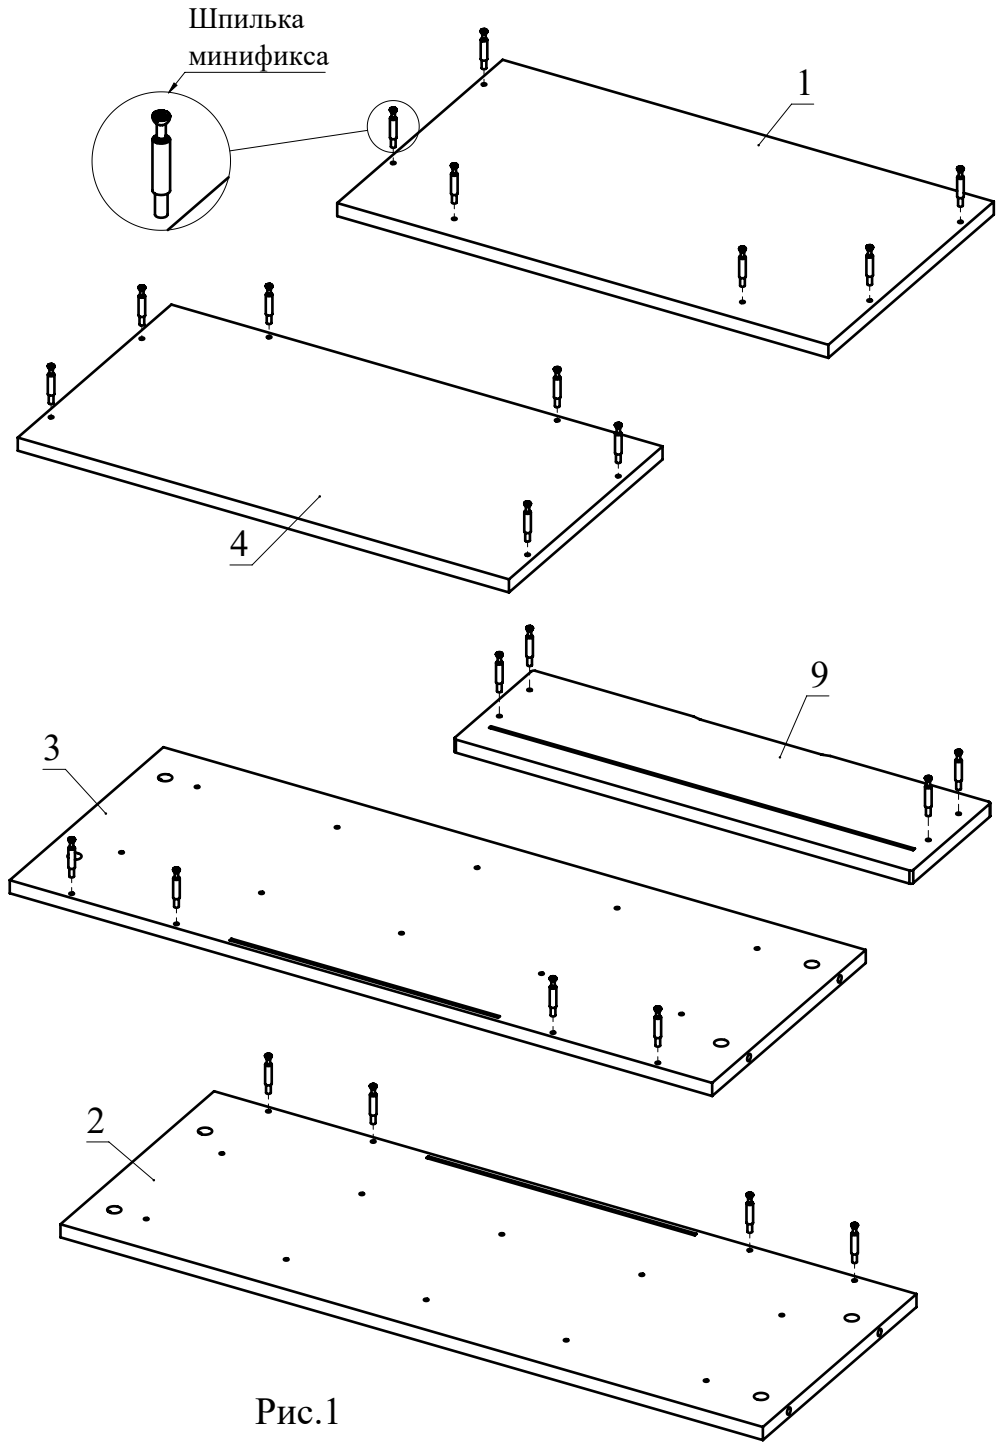

Рис.1
1. Вкрутите шпильки минификсов в детали 1, 2, 3, 4, 9 (Рис. 1).